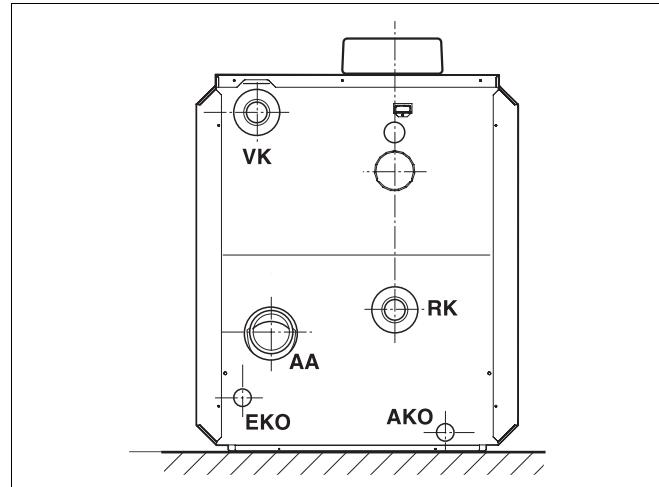

Рис. 4 Подключение котла Logano GB312
Все подключения должны производиться только в указанных на рис. 4 местах.
Экспликация рис. 4
- Соедините четырьмя болтами и гайками (рис. 8, поз. 5) фланец трубы подающей линии (рис. 4, поз. 4) с фланцем подающей линии на котле.